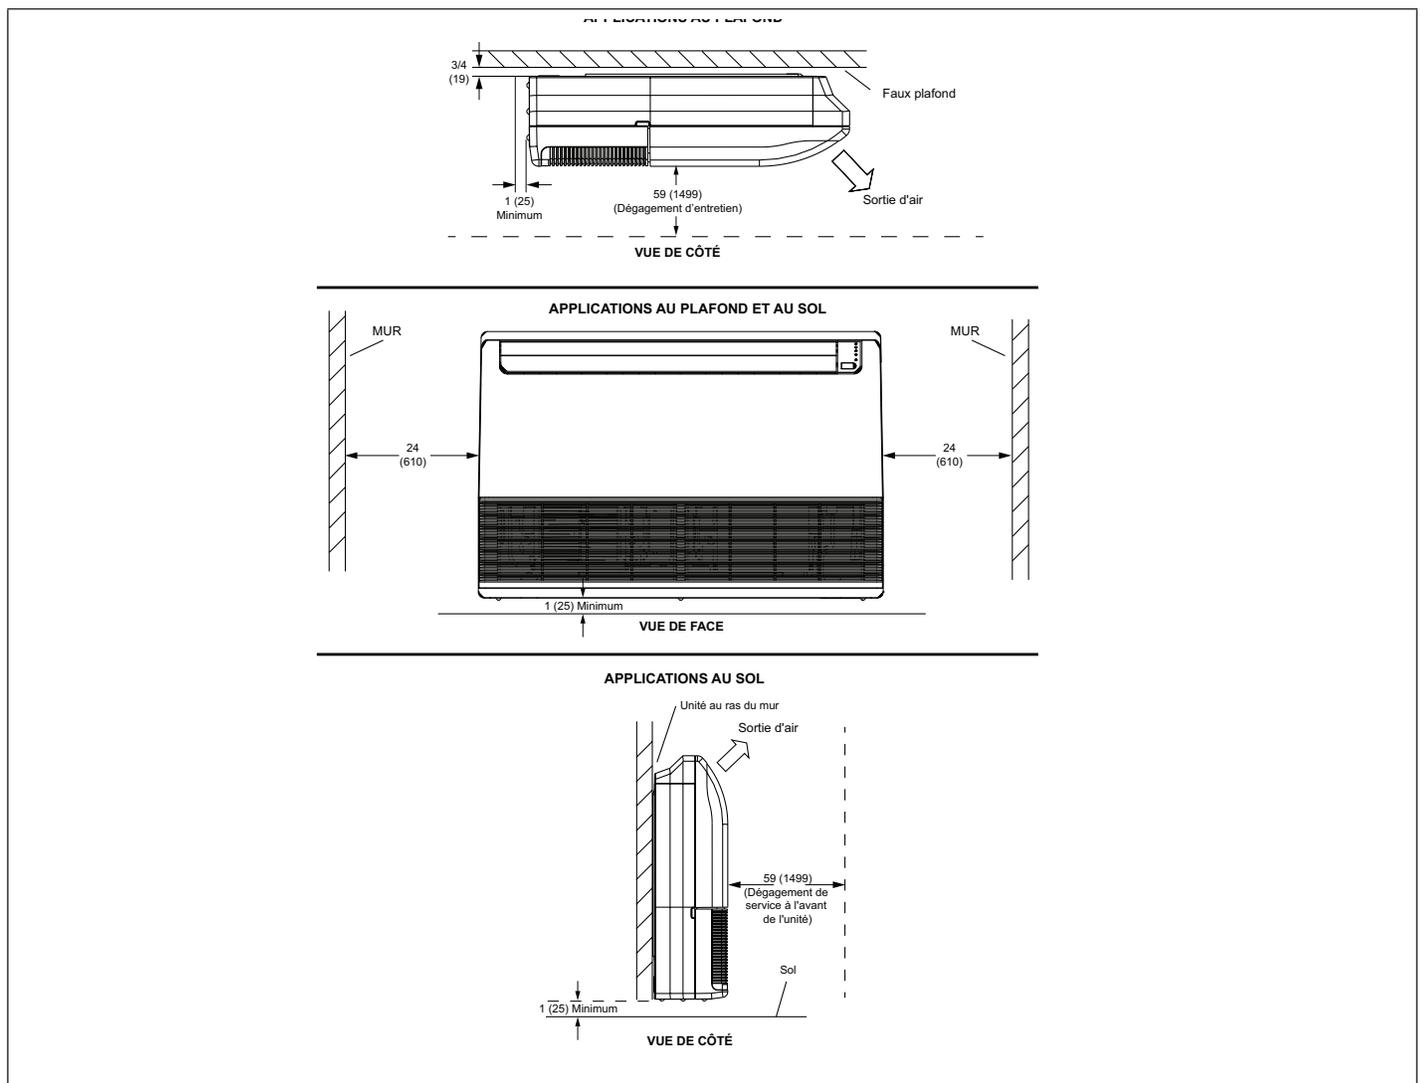

Figure 10. Dégagements de l'unité intérieure - pouces (mm)
- Choisir un endroit convenable où l'accès pour la maintenance et l'air d'alimentation ne seront pas restreints ou affectés par des obstacles. Voir la « Figure 10. Dégagements de l'unité intérieure - pouces (mm) » à la page 9 pour les dégagements minima.